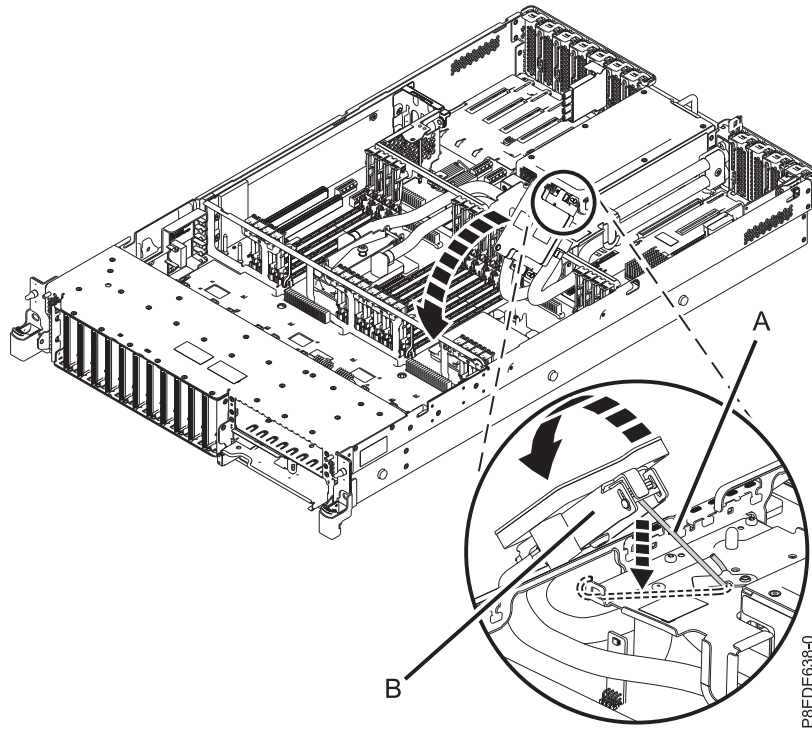

Figura 41. Alineación de la placa de frío en el módulo del procesador del sistema
- a. Desenganche la placa de frío (**B**) del gancho de servicio (**A**) y alinee con cuidado la placa de frío al módulo del procesador del sistema, como se muestra en la Figura 41 en la página 41.